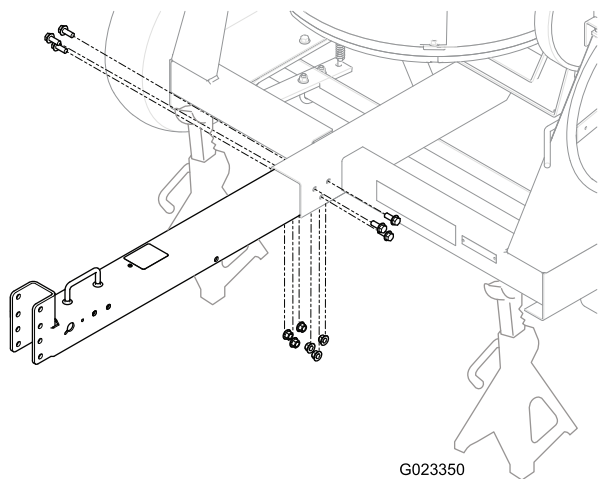

Figure 3
4. Placez la barre de remorquage dans l'ouverture à l'avant de la machine, et fixez-la avec 6 boulons courts et 6 contre-écrous serrés à 102 Nm (75 pi-lb); voir Figure 3.